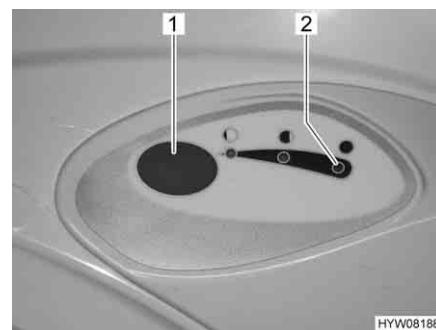

Fig. 203 Pulsante dello sciacquone/spia di controllo toilette Thetford
- Per sciacquare premere il pulsante blu (Fig. 203,1).
La spia di controllo (Fig. 203,2) si accende quando il serbatoio fisso deve essere svuotato.